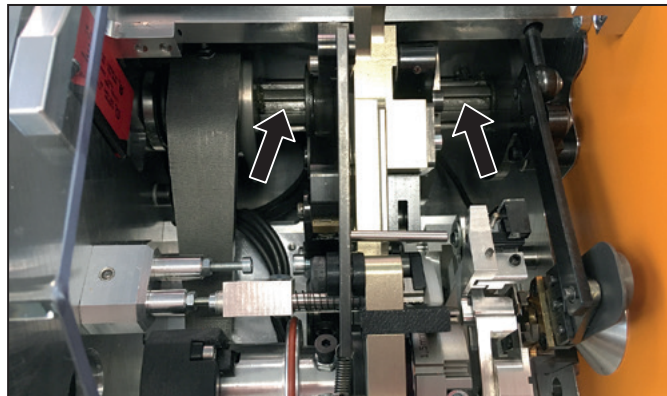

Figura 7.6 Punti di lubrificazione dell'albero di trasmissione
- Lubrificare l'albero di trasmissione nei punti indicati, vedi Figura 7.6.